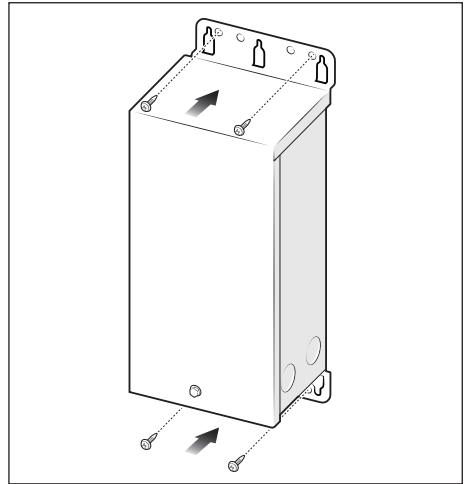

Figure 8. Montage du contrôleur de lumières
5. Fixer les vis (ou tout autre matériel approprié pour la surface de montage) soit dans les fentes à serrure ou dans les trous de montage du boîtier du contrôleur de lumières AquaLink TCX, voir *Figure 8*.